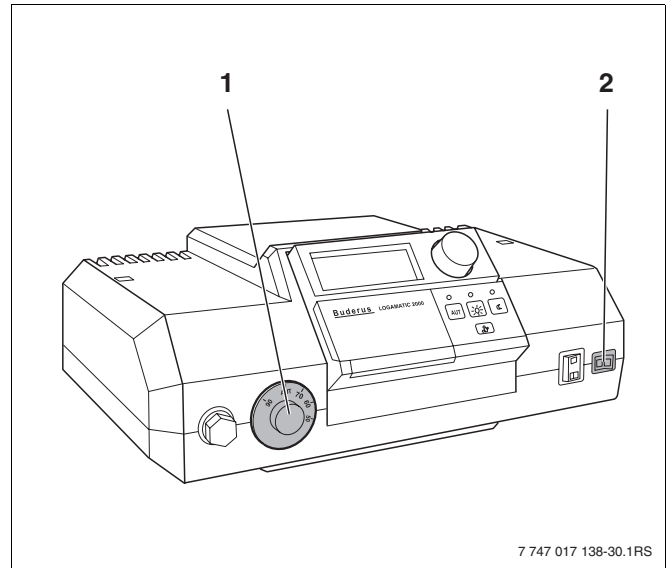
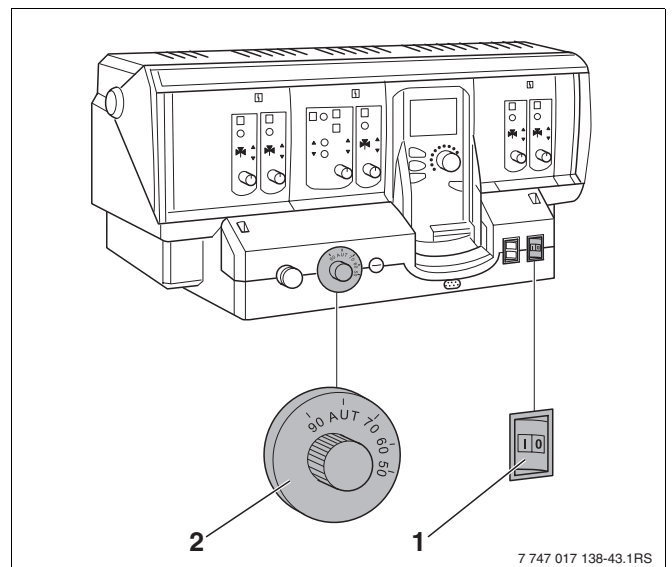
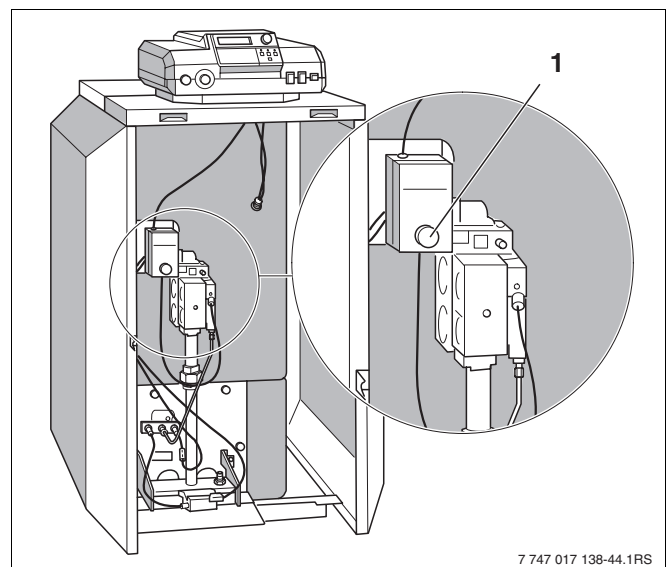

Bild 35 Regelssystem Logamatic 2000
Bild 36 Regelssystem Logamatic 4000
Bild 37 Entstörtaster/Störlampe
- Betriebsschalter (Bild 35, und Bild 36 **Pos. 1**) in Stellung „I“ (EIN) stellen.
- Kesselwassertemperaturregler (Bild 35, und Bild 36 **Pos. 2**) auf „AUT“ stellen.
- Leuchtet die Störlampe am Entstörtaster (Bild 37, und Bild 36 **Pos. 1**), Entstörtaster drücken.